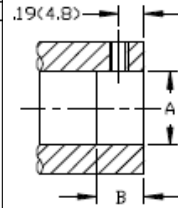

Рис.2 Установочные размеры, дюймы (мм).
2. Соединитель можно держать или закреплять за металлический корпус или пластиковые втулки, однако он не предназначен для механических нагрузок. Один из концов соединителя должен приводиться исключительно присоединенными проводами. В горизонтальном положении, для уменьшения нагрузок на подшипник должен вращаться корпус соединителя. **Никогда жёстко не подсоединяйте оба конца соединителя. Это приведёт к его поломке.** Эксцентриситет при установке не должен превышать 0,13 мм (Рис.2).